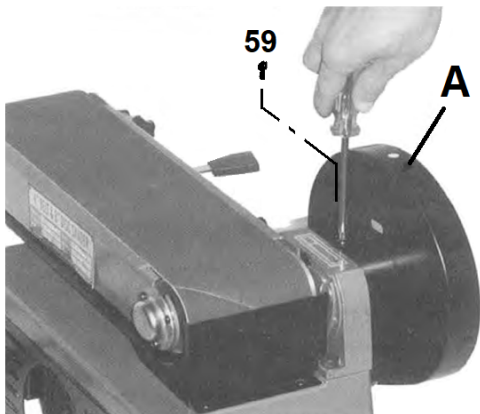
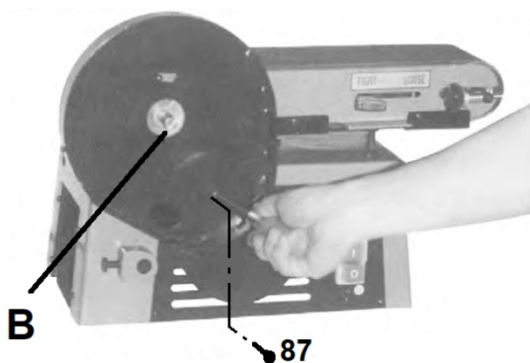

Abbildung 6-1: Montage vom Keilriemenschutz
Abbildung 6-2: Befestigung am Gehäuse
Setzen Sie den Keilriemen-Schutz (A, Abb. 6-1) auf die Nabe der Antriebswelle (B, Abb. 6-2). Befestigen Sie den Schutz mit der Schraube (59).
Befestigen Sie den Keilriemenschutz mit der Schraube (87, Abb. 6-2) am Gehäuse.